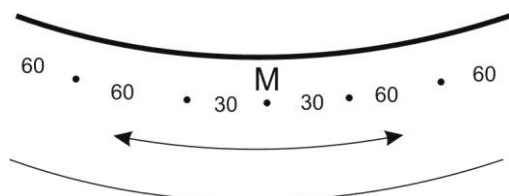

Abb. 2.1
Schritt 2: Befestigung von Haken und Spannern, Löcher für Stifte (Abb. 2.1 bis 2.5)
Im Abstand vom 60 cm sind vom Ausgangsmesspunkt „M“ ca. 5–10cm unter dem Handlauf die Stellen für Haken (13) rundum das Becken zu markieren (vom Haken zu Haken immer ca. 60 cm. Abb. 2.1. Zusätzlich sind zwei Markierungen für Haken im Abstand vom 30 cm rechts und links vom Ausgangsmesspunkt „M“ zu markieren.